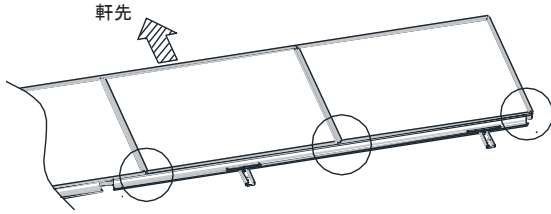

図3-8. YSⅢ工法 モジュール固定手順
※複数列にまたがる横木を施工する場合は、モジュール端部(図3-8の○指示部)付近で、②の作業を行ってください。隣り合うモジュール同士の高さが合っている状態で横木の爪をはめ込んでください。